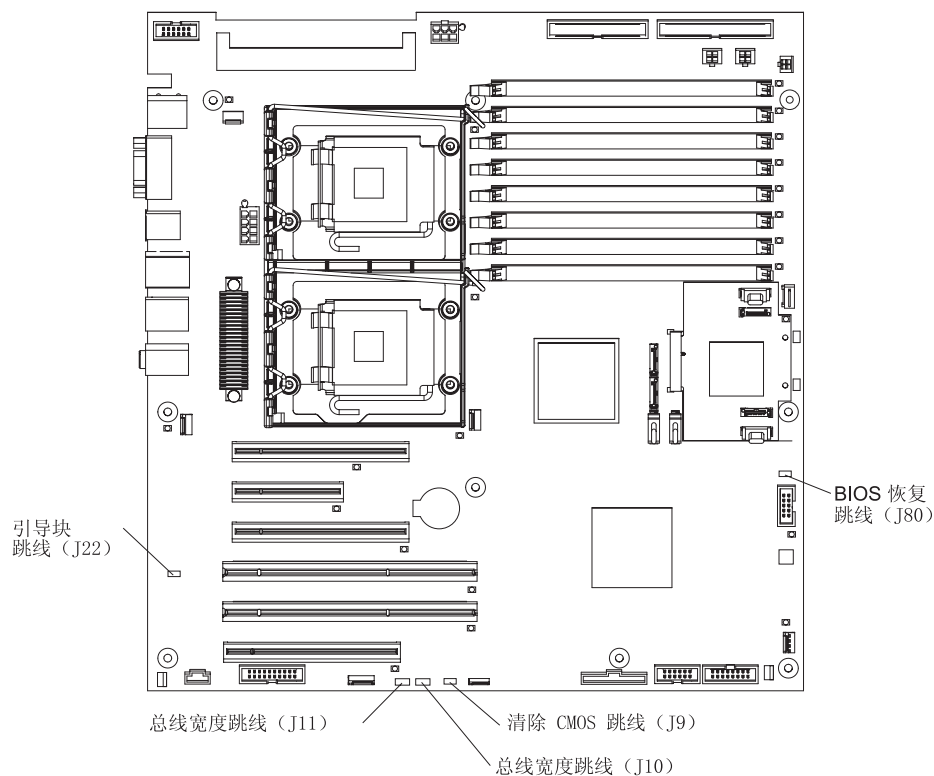

图 8. 恢复跳线位置
5. 找到系统板上的 BIOS 恢复跳线（J80）（请参阅第 56 页的图 8）。卸下妨碍对跳线进行操作的任何适配器。
5. 在系统板上找到 CMOS 恢复跳线（J9）（请参阅第 56 页的图 8），并卸下任何妨碍操作该跳线的适配器。